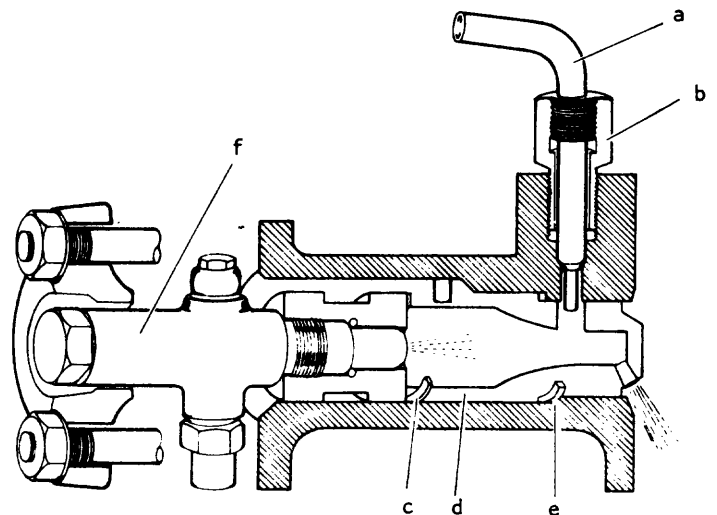

Fig. 2
- a Retire el porta-papel (fig. 2-a).
- b Retire el alojamiento (fig. 2-b).
- a Retire la arandela de cierre (fig. 2-c).
- b Retire la cámara (fig. 2-d).
- c Retire la arandela de cierre (fig. 2-e).